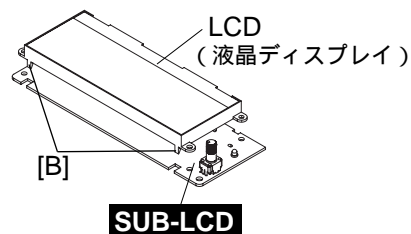

Fig.6-1(図6-1)
- 5-4 Remove the SUB-LCD circuit board from the LCD while pressing the four (4) hooks marked [B] outward. (Fig.6-1)
- 5-4 [B] のフック 4 箇所を外して、液晶ディスプレイから SUB-LCD シートを外します。(図 6-1)